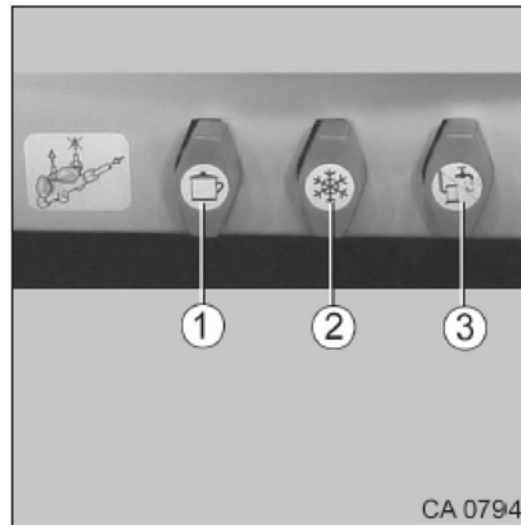

Fig. 115 Bouteilles à gaz
2. Fermer la vanne de sectionnement principale (Fig. 115/1) sur la bouteille à gaz (respecter le sens des flèches).
3. Desserrer l'écrou moleté (Fig. 115/2) (filet à gauche).
7. Placer le flexible à gaz sur la bouteille de gaz et serrer à fond l'écrou moleté (Fig. 115/2) à la main (filet à gauche).